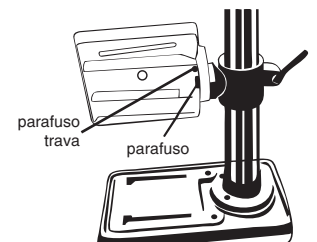

FIGURA 12
4. Volte a apertar o parafuso principal e parafuso trava (Figura 12).